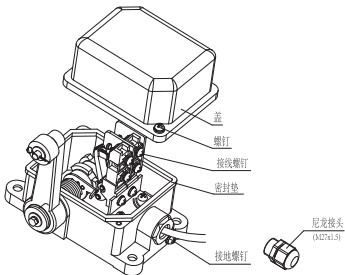
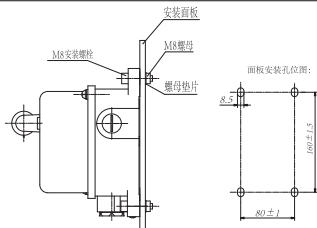

图2 布线示意图
图3 YBLX-33安装示意图
7.2.1 安装：松开盖螺钉→按图2接线→拧紧盖螺钉→按图3安装，M8 安装螺栓拧紧力矩（3.5~4）N·m。